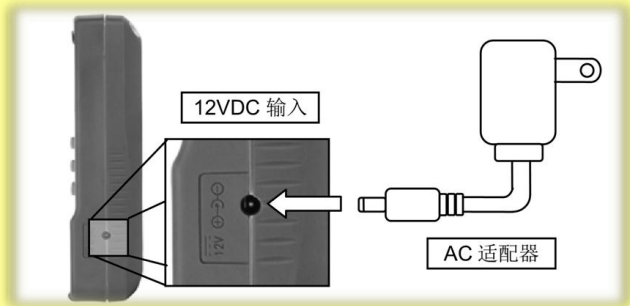

图 3-3 连接外部电源适配器
3. 连接电源插头到仪器 12VDC 插孔里（见图 3-3）。